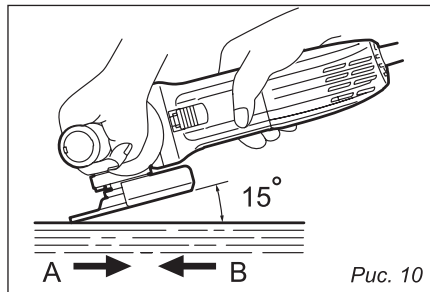

Рис. 10
7.3. Шлифовка и зачистка (рис. 10)